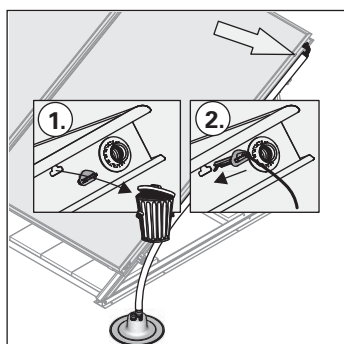

Figura 3-36 Pasos de trabajo 1+2
1. Retirar las tapas de los sensores (figura 3-36).
2. Insertar el sensor de temperatura del colector en el colector plano hasta el tope (véase figura 3-36). El sensor debe estar apretado sobre la chapa del absorbedor.